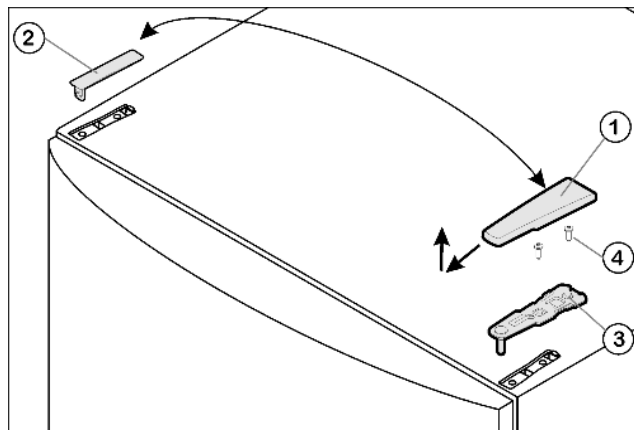

Fig. 4
- ▶ Крышку Fig. 4 (1) снимите движением вперед и вверх.
- ▶ Снимите крышку Fig. 4 (2).
- ▶ Открутите верхний опорный кронштейн Fig. 4 (3)(2 шт. Торх 25) Fig. 4 (4) и вытяните вверх.
- ▶ Установите верхний опорный кронштейн Fig. 4 (3) на новой стороне шарнира и защелкните в дверце.
- ▶ Прикрутите верхний опорный кронштейн (с моментом 4 Нм) (2 шт. Torx 25) Fig. 4 (4). При необходимости проделайте отверстия или используйте аккумуляторную отвертку.
- ▶ Наденьте и защелкните крышку Fig. 4 (1) и крышку Fig. 4 (2) на противоположной стороне снаружи.